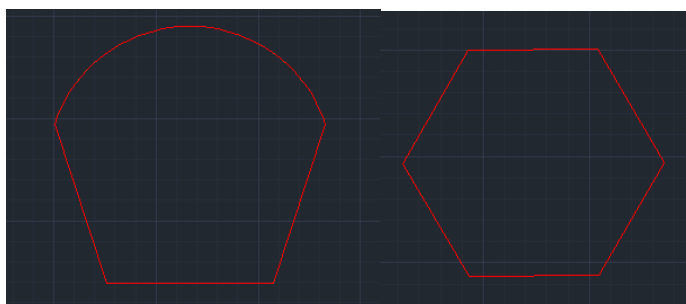

图 3-7 轨迹图形
- ③ 机器人通过手爪末端的画笔，在轨迹画板的空白 A4 纸上完成以下指定图形轮廓的绘制，每个图形的绘制结果需要确保绘画轨迹连续无中断，如图 3-7 所示。